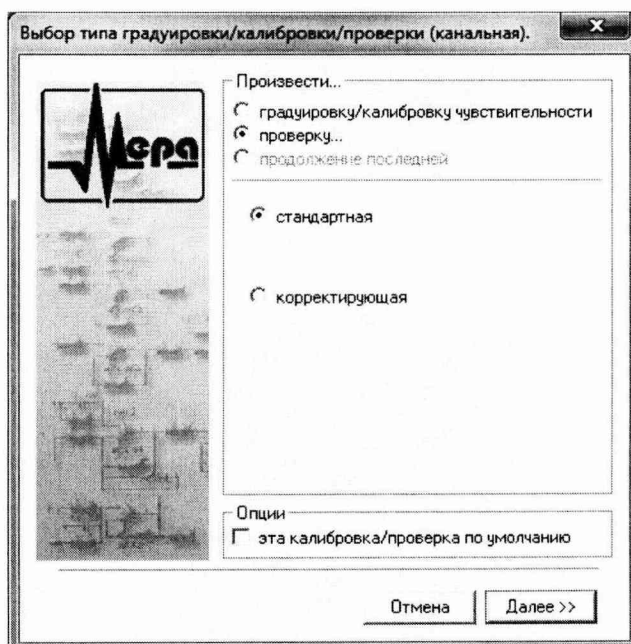

Рисунок 9 Вид диалогового окна «Выбор типа градуировки/калибровки/поверки (канальная)»
7.2.7 Выбрать в открывшемся диалоговом окне «Выбор типа градуировки/калибровки/поверки (канальная)» (рисунок 9) в разделе "Произвести..." следующие настройки: "поверку", "стандартная", "Далее";